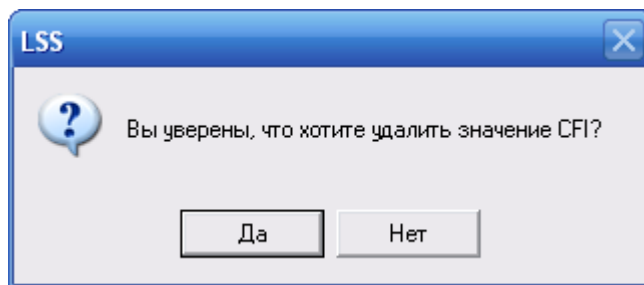

Рис. 6-43
- В появившемся окне подтвердите удаление значения CFI (рис. 6-43).